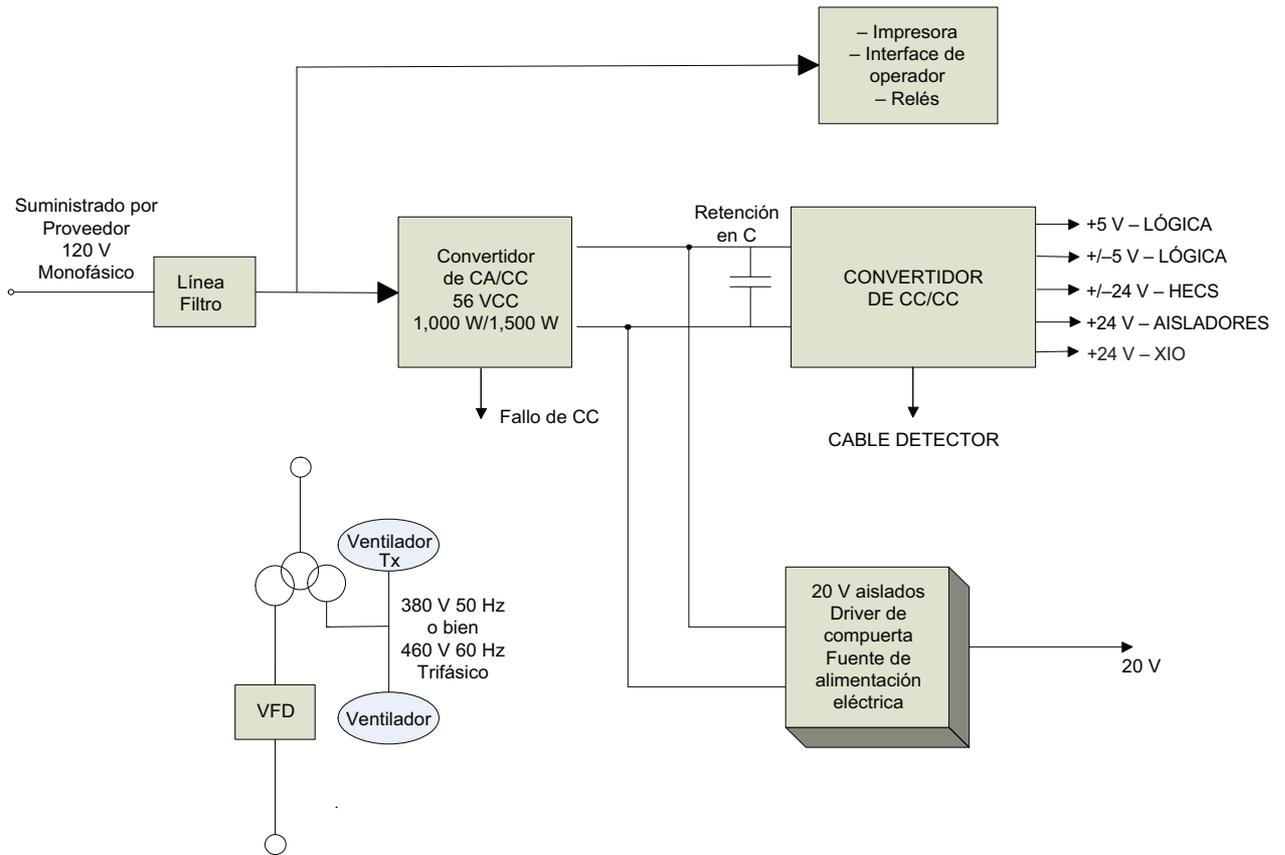

Figura 78 – Transformador/arrancador remoto AFE
- Transformador y arrancador remotos (consulte la Figura 78 en la página 106)
La Figura 78 ilustra la distribución de alimentación eléctrica de control para los variadores de sección de entrada activa (AFE) con transformador/arrancador remoto o reactor de línea integrado con arrancador remoto.